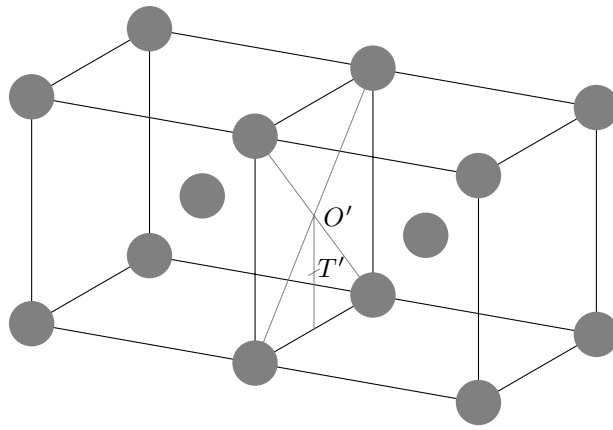

Figure 2 Sites interstitiels O' et T' dans la maille de fer α
- Dans la représentation de la maille de fer α donnée figure 2, à quel type de site interstitiel correspond O' ? Est-il régulier ? Justifier votre réponse.